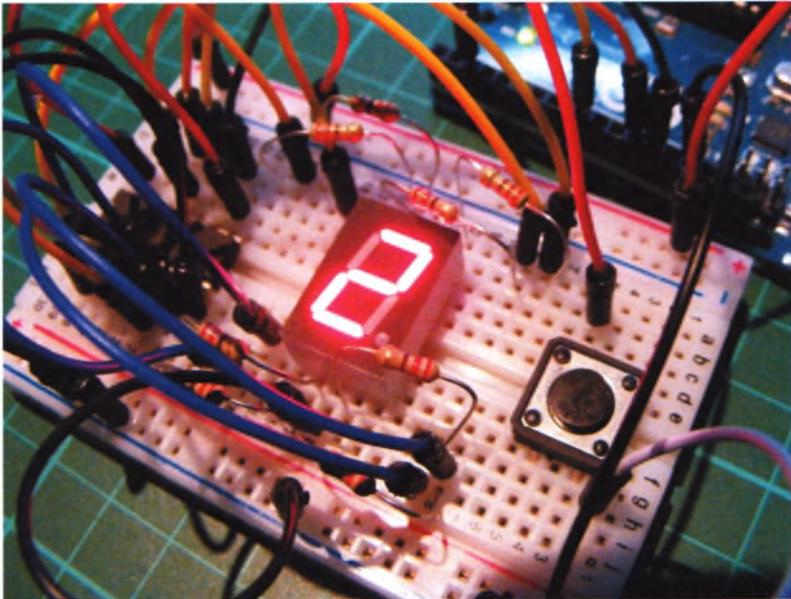

РИСУНОК 16.2
1. Установите семисегментный светодиодный индикатор на макетную плату, убедившись, что он перекрывает канавку; в противном случае противоположные контакты будут замыкаться. Подключите контакт 3 к шине заземления и резисторы с сопротивлением 220 Ом к остальным контактам, за исключением вывода 8, который не используется. Резисторы необходимы для предотвращения выгорания светодиодов индикатора. См. рис. 16.2 для наглядности.